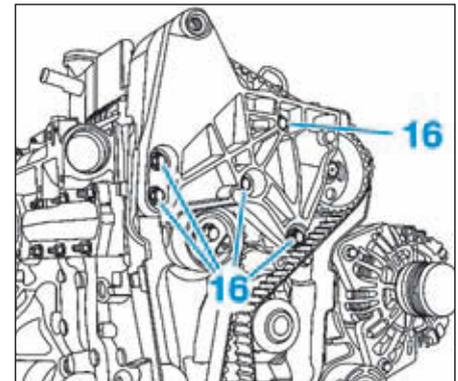

FIG.11
- le carter inférieur de distribution (15) en agissant sur les agrafes (12),
- les vis (16) du support moteur intermédiaire (Fig.11),